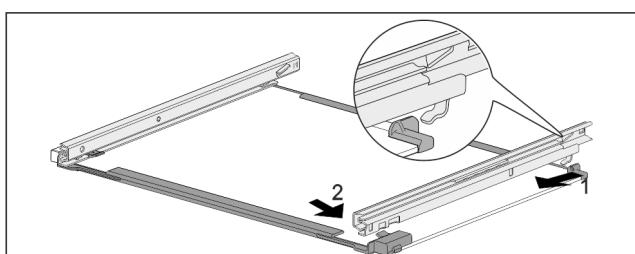

Fig. 206 带轨道的玻璃隔板
- ▶ 轨道后部钩入。 Fig. 206 (1)
- ▶ 轨道前部卡紧。 Fig. 206 (2)